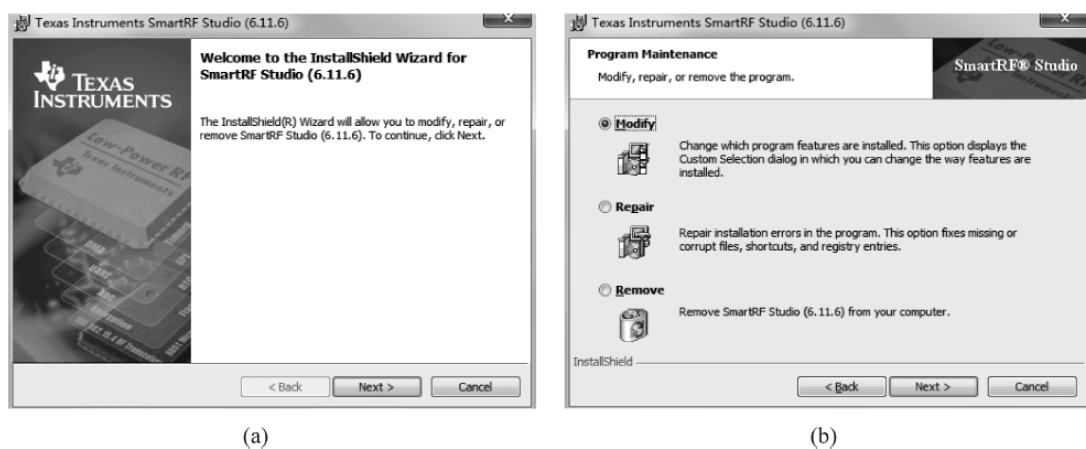

图 1.15 安装过程
(1) 双击 Setup\_SmartRF\_Studio\_6.11.6 开始安装,如图 1.15 所示,单击 Next 按钮。